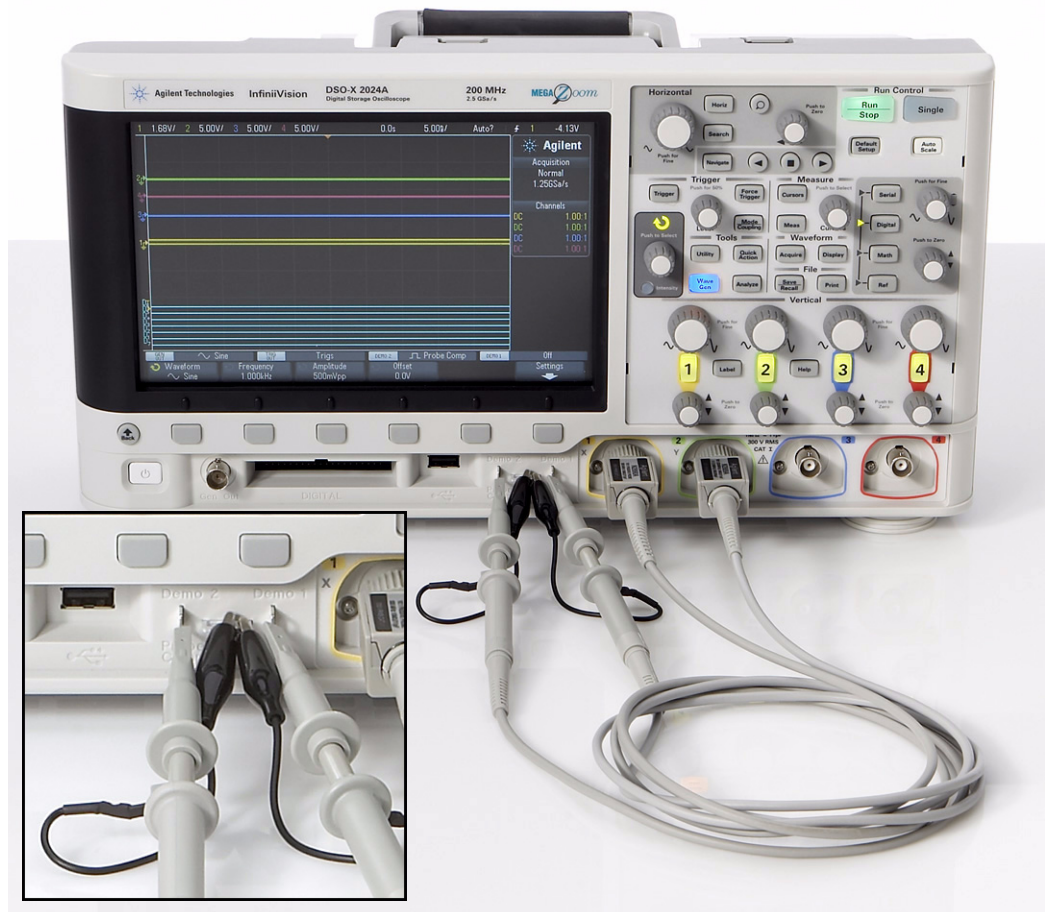

Рис. 8 Подключите пробники к входам каналов 1 и 2 и к выходным контактам облучающих сигналов
- 1 Подключите первый пробник осциллографа к входу BNC канала 1 и выходному контакту с подписью Demo1 (Демонстрации 1), как показано на Рис. 8. Подключите зажим заземления пробника к центральному контакту (заземлению).
- 2 Подключите второй пробник осциллографа к входу BNC канала 2 и выходному контакту с подписью Demo2 (Демонстрации 2), как показано на Рис. 8. Подключите зажим заземления пробника к центральному контакту.